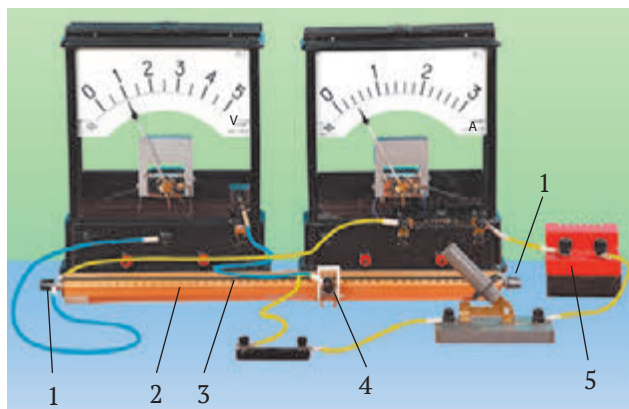

Fig. 30.1. Experiență, care demonstrează că rezistența conductorului este direct proporțională cu lungimea lui. În figură:
Mai întâi să clarificăm, cum depinde rezistența conductorului de lungimea lui. Pentru aceasta montăm circuitul electric (fig. 30.1), care conține o sursă de curent, cheie, rezistor și un conductor din nicrom, întins pe o riglă de lemn cu două cleme. Lungimea porțiunii conductorului, prin care trece curentul, o vom schimba cu ajutorul culisorului – unei cleme speciale, care se poate deplasa lejer de-a lungul conductorului. Pentru măsurarea intensității curentului și tensiunii conectăm în circuit ampermetrul și voltmetrul.
Cu cel mai simplu reostat v-ați întâlnit deja, când ați clarificat dependența rezistenței conductorului de lungimea lui (vezi fig. 30.1). Bineînțeles, reostatele, care se folosesc în practică sunt mai comode. Să studiem reostatul cu cursor cu două contacte (fig. 30.3). Sârma metalică (3) se înfășoară pe un cilindru din ceramică (2) și astfel sunt micșorate dimensiunile reostatului.